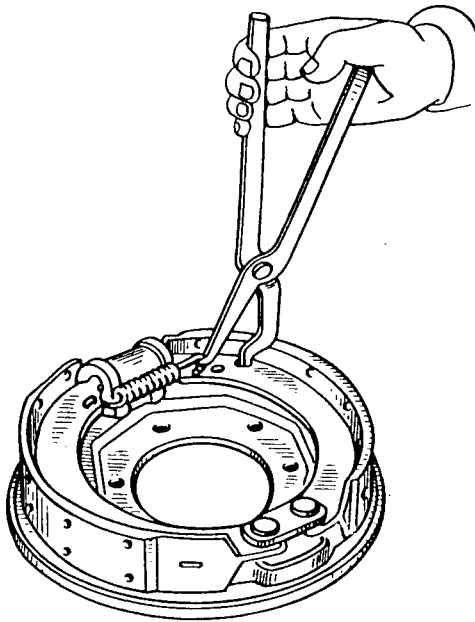

Bild 178. Ausbau und Einbau der Bremsbackenrückholfeder
3. Rückholfeder der Bremsbacken mit Hilfe von Spezialzangen abnehmen (Bild 178).